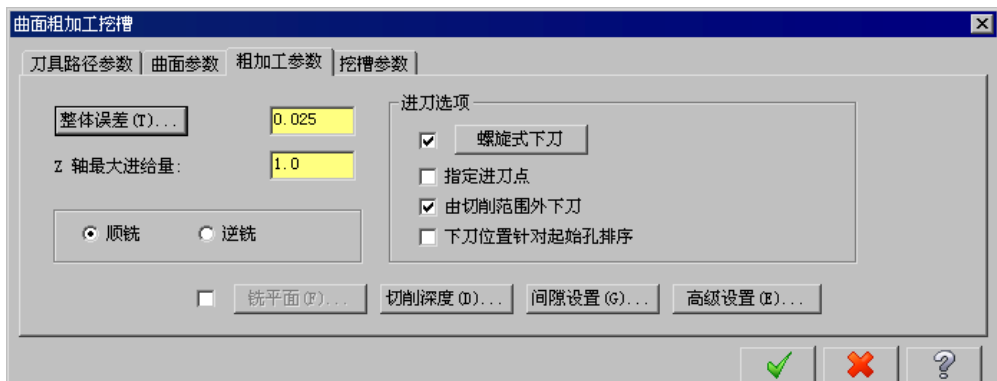

图 20.11 “粗加工参数”选项卡
Step9. 设置粗加工参数。在“曲面粗加工挖槽”对话框中单击 **粗加工参数** 选项卡，设置参数如图 20.11 所示。